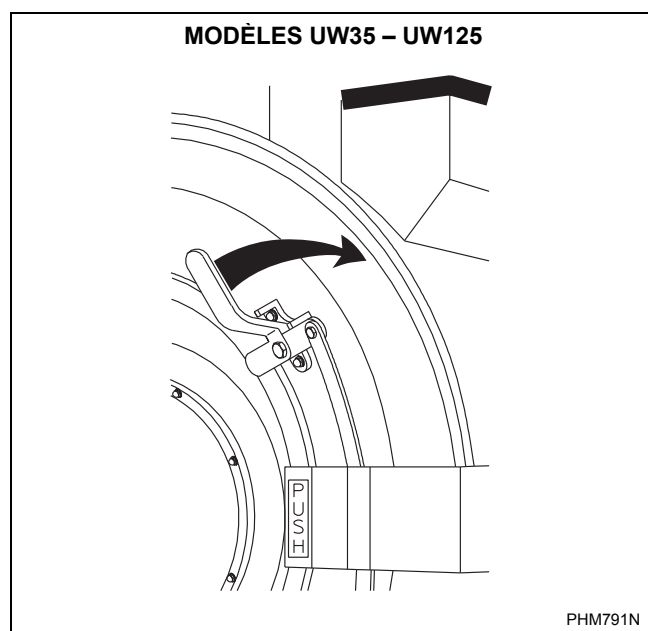

Figure 9
4. Sur les modèles 35 - 125, tournez la poignée de la porte dans le sens horaire et ouvrez la porte vers la gauche. La porte doit être ouverte dans un délai de 5 secondes après avoir pressé le bouton de déverrouillage de la porte. Se reporter à la *Figure 9*.